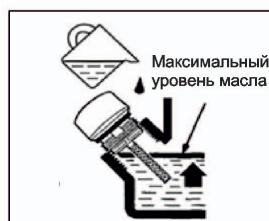

Рис. 21
6. Установите мотоблок на горизонтальной поверхности и залейте новое моторное масло, рекомендованное производителем, до нижней кромки маслозаливной горловины (Рис. 21)